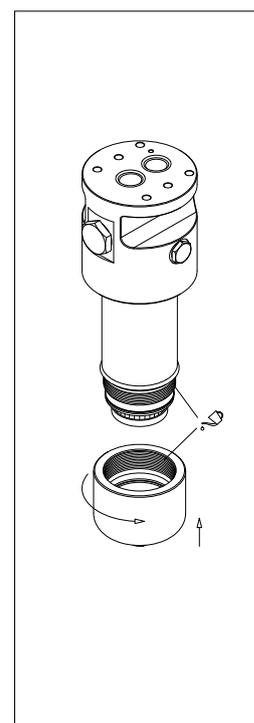

fig. 30
- (Fig. 30) Lubrificare il filetto e l'O-ring del contenitore, quindi avvitare il coperchio contenitore facendo riferimento alla tabella delle coppie di serraggio al paragrafo 3